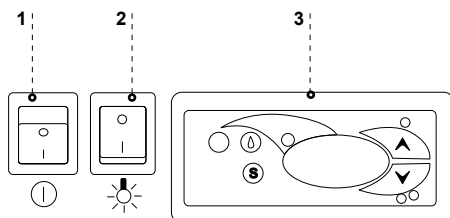

Abb.6 Steuerungspanel
- Hauptschalter-Taste drücken Abb.6/1 (S.27), dadurch wird das Einschalten des Thermostats und Aggregats gelöst.
- Auf dem Thermostatpanel Abb.6/3(S.27) die Temperatur a einstellen (für Bedienung siehe S.32 oder 33)
- Beleuchtungs-Taste drücken Abb.6/2 (S.8)